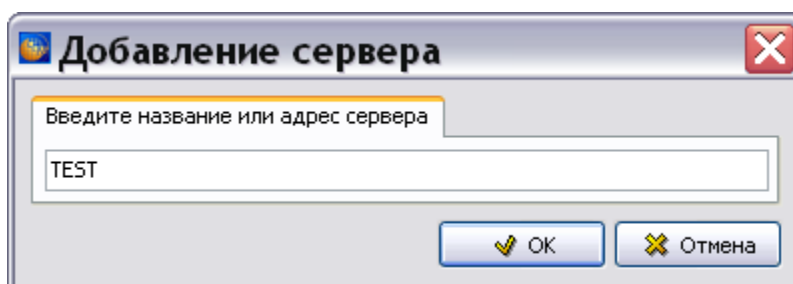

Рис. 1.8
2. В окне **Добавление сервера** введите название сервера (Рис. 1.8).